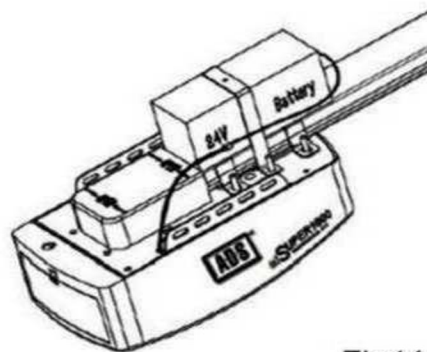

Fig.14
- 2.Conecte la Batería de Respaldo al Abrepuertas de Garage (Fig.14).